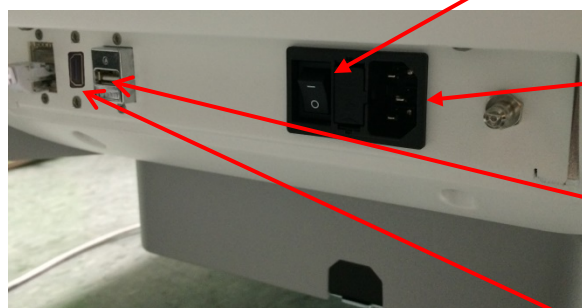

Figura 6: Alimentarea sistemului ExactVu
1. Asigurați-vă că *întrerupătorul pentru sursa de alimentare principală* (și anume, comutatorul basculant de pe panoul posterior inferior prezentat în Figura 6) în poziția *OPRIT* și *controlul alimentării sistemului* nu este aprins.
2. Conectați *cablul de alimentare cu AC* în *priza cablului de alimentare* al sistemului ExactVu (lângă *comutatorul principal de alimentare*) (consultați Figura 6).